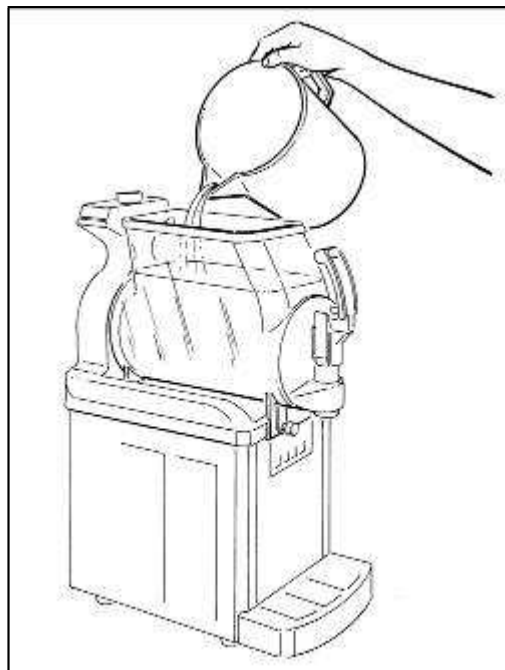

Рис. 5
- Вылить подготовленную смесь в контейнер (см. рис.5).